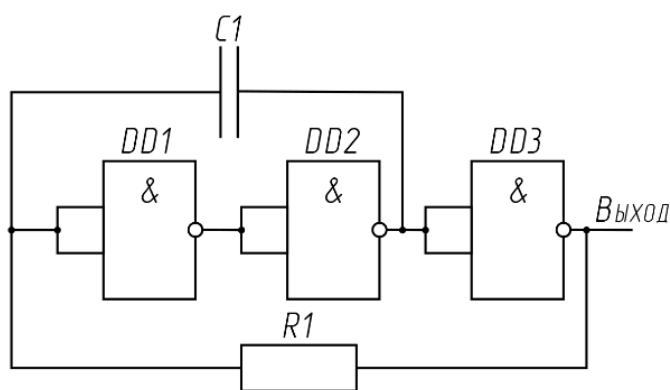

Рис. 5.1 – Схема цепи тактового генератора на логических элементах 2И-НЕ
- 2) Изучить и построить генератор по схеме (рисунок 5.1).